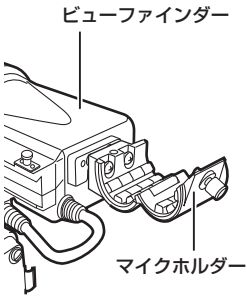

図 1
- 1 ロックリングを時計と反対方向にいっぱい回し、ロックリングとビューファインダーの筒の合いマークを合わせる。(図 1)
- 1 ロックリングの合いマークをビューファインダーの筒にある合いマークに合わせ、アイカップを差し込む。(図 1)
- 1 マイクホルダーを開ける。(図 1)